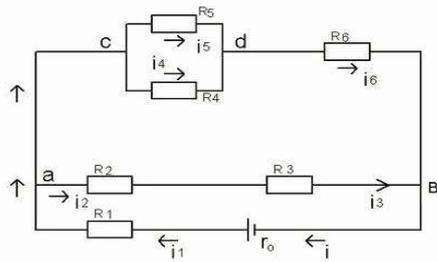

рис. 1
2. В схеме, приведенной на рис. 1, известны параметры источника и резисторов. Определить величину токов, протекающих через резисторы. Проверить решение задачи составлением баланса мощностей.
Напряжение  $U_{cd}$  (схема рис. 1):  $U_{cd} = I_{456} \cdot R_{45} = 1 \cdot 20 = 20 \text{ В};$